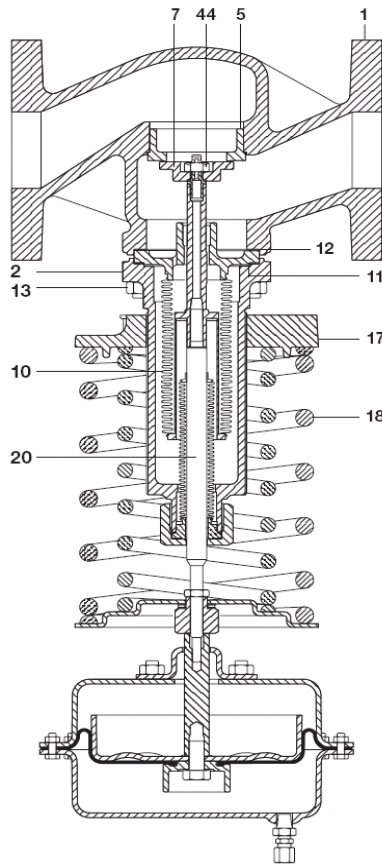

Fig. 11 - DN65 tot DN100
4.4.4. Vervangen van het balansbalgmembraan (fig. 11)